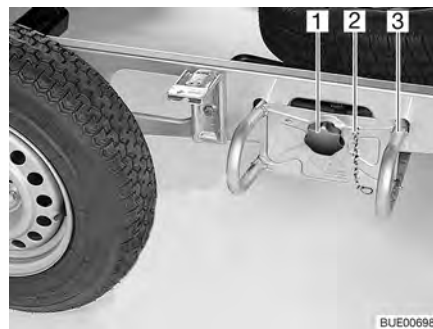

Fig. 221 Etrier de roue de secours
- Décrocher la chaîne de sécurité (Fig. 221,2).
- Desserrer et dévisser la poignée-étoile (Fig. 221,1).
- Sortir l'étrier de roue de secours (Fig. 221,3) d'environ 10 cm et le poser sur le sol.